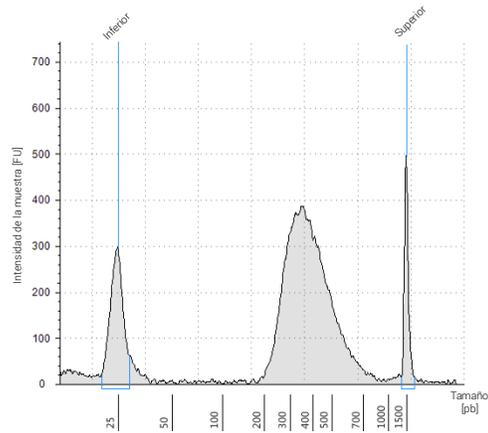
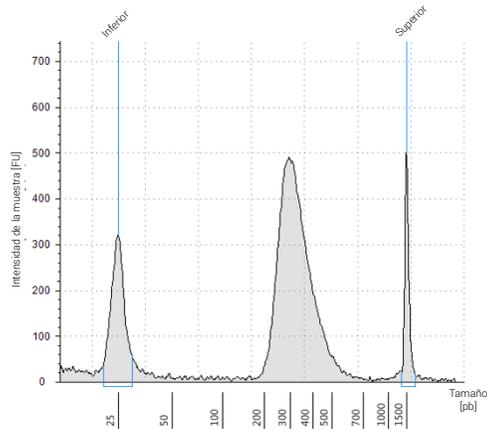
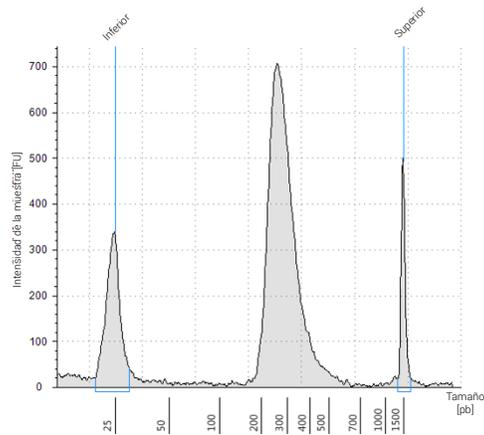

Figura 9 Biblioteca de poscaptura preparada a partir de una muestra de ADNg de alta calidad analizada con un ensayo High Sensitivity D1000 ScreenTape.
Figura 10 Biblioteca de poscaptura preparada a partir de una muestra de ADNg de FFPE típico analizada con un ensayo High Sensitivity D1000 ScreenTape.
Figura 11 Biblioteca de poscaptura preparada a partir de una muestra de ADN_g de FFPE de baja calidad analizada con un ensayo High Sensitivity D1000 ScreenTape.
- 3 Verifique que el electroferograma muestre el pico de tamaño de los fragmentos de ADN ubicado entre 200 y 400 pb. Se muestran electroferogramas de ejemplo en la Figura 9 (biblioteca preparada a partir de ADN de alta calidad), la Figura 10 (biblioteca preparada a partir de ADN de FFPE de calidad media) y la Figura 11 (biblioteca preparada a partir de ADN de FFPE de baja calidad).